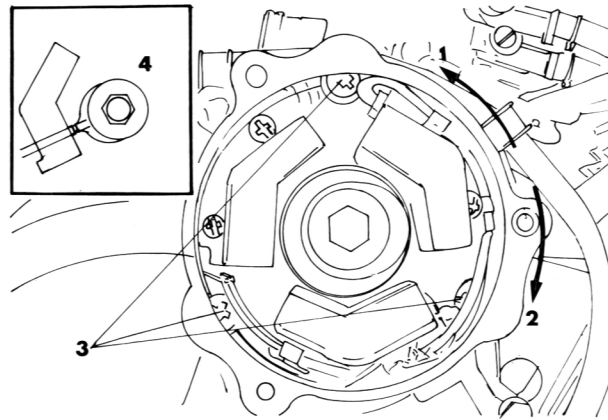

Bild 8
- Der Zündzeitpunkt ist korrekt, wenn der schmale Vorsprung des Impulsgebers «1 bis 6» auf den Rotorzahn ausgerichtet ist (Bild 8). Entsprechende Einstellung vornehmen.